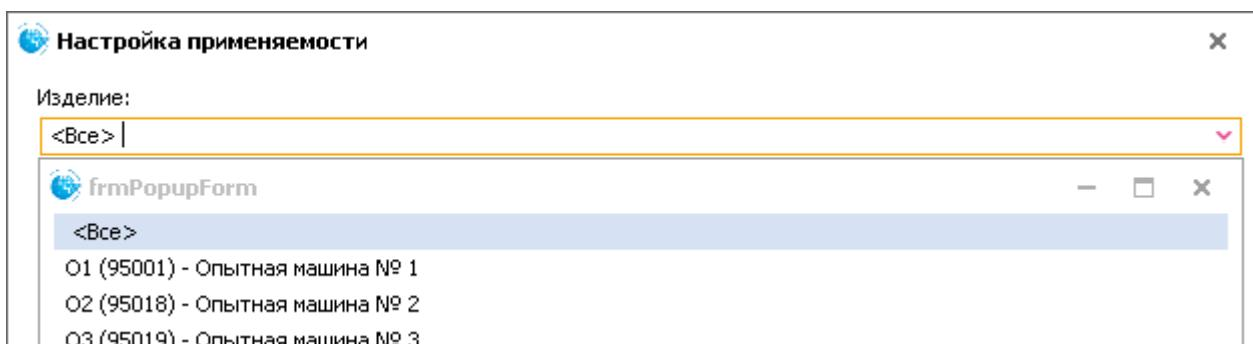

Рис. 189
2. Из раскрывающегося списка поля **Изделение** выберите экземпляр изделия (Рис. 189). В списке представлены данные справочника экземпляров изделий.